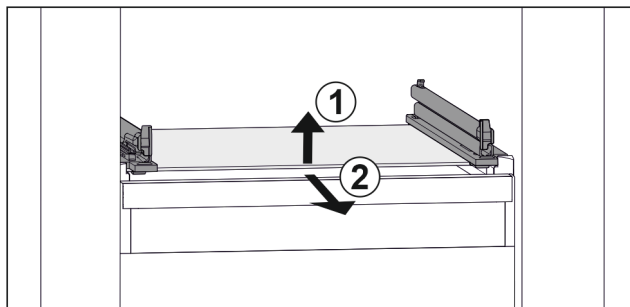

Fig. 71 Przykładowa prezentacja płyty szklanej
- ▶ Unieść płytę szklaną z przodu. Fig. 71 (1)
- ▶ Wyjąć płytę szklaną do przodu. Fig. 71 (2)